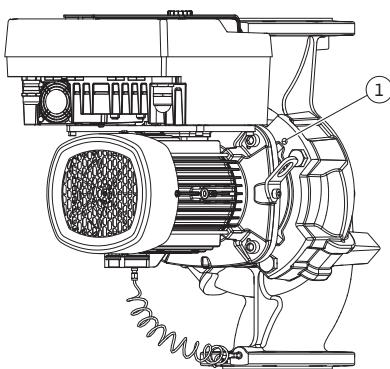

Fig. 10: Отжатие съемного блока через резьбовые отверстия
5. Отжать съемный блок (см. Fig. 4) от корпуса насоса. В зависимости от типа насоса (см. Fig. I...Fig. IV) имеются две различные насадки. Для типа насосов (Fig. III и Fig. IV) открутить винты (поз. 29). Использовать два расположенных рядом резьбовых отверстия (Fig. 10, поз. 1) и подходящие винты, предоставляемые заказчиком (например, M10x25 мм). Для типа насосов (Fig. I и Fig. II) использовать два резьбовых отверстия M10 (Fig. 104). Использовать подходящие винты, предоставляемые заказчиком (например, M10 x 20 мм). Для отжатия также можно использовать шлицы (Fig. 104, поз. 2).